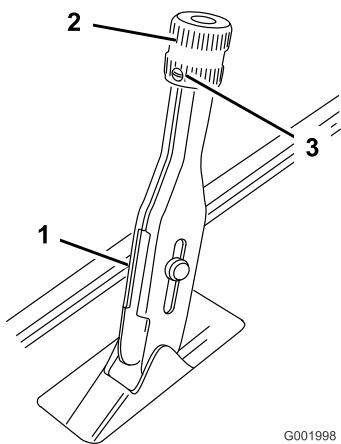

Figura 63
1. Allentate la vite a pressione che fissa la manopola alla leva del freno di stazionamento (Figura 63).